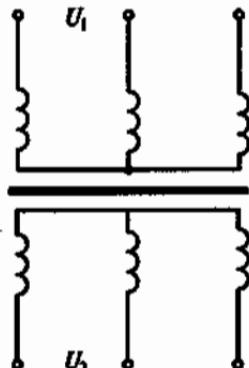

Рис. 177
6.41.Р. Обмотки трехфазного трансформатора на рис. 177 соединены по схеме звезда — звезда. Его номинальные данные: мощность $S_{\text{ном}} = 560 \text{ кВ}\cdot\text{A}$, $U_{1\text{ном}} = 6000 \text{ В}$, $U_{2\text{ном}} = 400 \text{ В}$. Плотность тока обмоток $\delta = 8 \text{ А}/\text{мм}^2$. Каково сечение проводов первичной S_1 и вторичной S_2 обмоток?